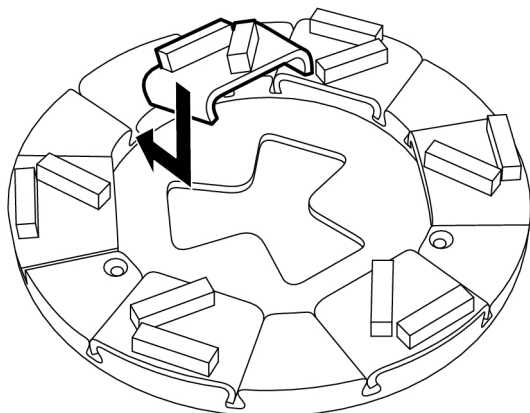

Figura 4-3. Installazione dell'utensile di levigatura
1. Inserire l'utensile di levigatura dall'alto trasversalmente nell'apposita scanalatura guida del portautensile, vedere Figura 4-3, pagina 18. Inserire quindi l'utensile a fondo nella scanalatura guida esercitando pressione.
2. Inserire il nuovo utensile di levigatura dall'alto trasversalmente nell'apposita scanalatura guida del portautensile, vedere Figura 4-3, pagina 18. Inserire quindi l'utensile a fondo nella scanalatura guida esercitando pressione.